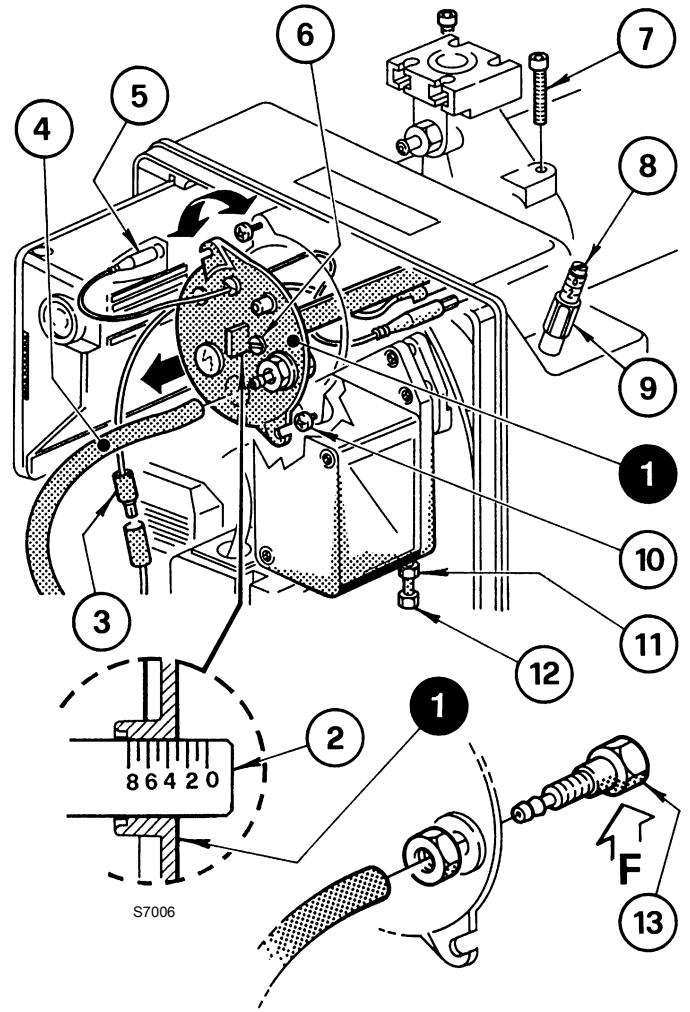

图 12
通过顺时针或反时针转动调节螺丝 6) (图 12) 进行调整, 直到调节杆 2) 上的刻痕与与燃烧头总成 1) 的外表面对齐。
在图 12 中, 燃烧头调节杆设定在刻痕 3。
- ▶ 断开连接 3) 和 5) (图 12);
- ▶ 拆卸管 4) 并拧松螺钉 10) (图 12);
- ▶ 拧松并取下螺钉 7), 略向右转动燃烧头座总成 1) 以将其拆下 (图 12)。
拆卸时注意不要改变在弯头 - 支架 2) (图 12) 上的设定位置。
以相反次序重复上述程序, 以将燃烧头总成 1) (图 12) 装回到原来位置。
拧紧螺钉 7) (图 12), 但不完全锁紧。以拧紧力矩 3 - 4 牛米锁紧。
检查运转中是否有燃气从螺钉壳体泄漏。如果压力测试点 13) (图 12) 意外松动, 建议将其正确固定, 以确保燃烧头总成 1) (图 12) 上的孔 (F) 朝下。